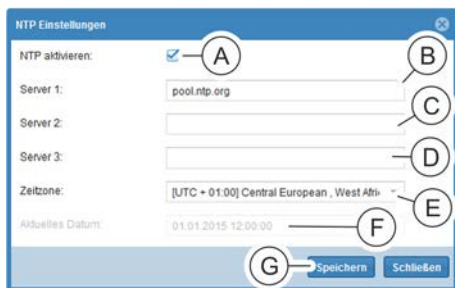

Abb. 228: Fenster "NTP Einstellungen"
2. ➤ Ggf. die Checkbox „*NTP aktivieren*“ (Abb. 228/Ⓐ) anklicken, im Feld „*Server 1*“ eine Server-Adresse (Abb. 228/Ⓑ) eingeben und eine Zeitzone auswählen (Abb. 228/Ⓔ). Bei Bedarf in den Feldern „*Server 2*“ (Abb. 228/Ⓒ) und „*Server 3*“ (Abb. 228/Ⓓ) weitere Serveradressen eingeben.
Alternativ die Checkbox „*NTP aktivieren*“ (Abb. 228/Ⓐ) nicht anklicken und nur Datum und Uhrzeit (Abb. 228/Ⓕ) eingeben.
3. ➤ Eingabe über die Schaltfläche „*Speichern*“ (Abb. 228/Ⓖ) bestätigen.